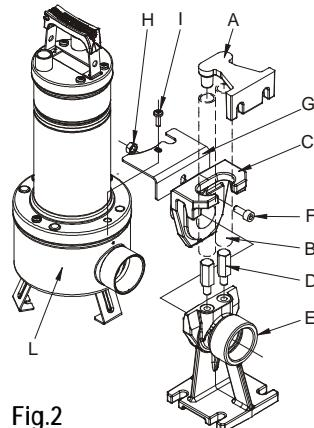

Fig.2
- 4.6 Empalmar el tubo/manguito de impulsión directamente en la boca de la bomba. De utilizarse la bomba en instalaciones fijas, es conveniente empalmarla a la tubería por medio de racor, para facilitar su desmontaje y reinstalación. Si se emplea un manguito, montar en la boca de la bomba un racor portagoma rosulado. Poner en la rosca material adecuado para garantizar la efectiva estanqueidad (cinta de teflón o afines). Para las instalaciones fijas se aconseja utilizar el dispositivo de izado DSD2 (disponible sobre demanda - **Fig.2**), con el fin de facilitar así las operaciones de mantenimiento de la electrobomba. Se insertará entre la boca de impulsión de la electrobomba y la tubería para evitar, en las operaciones de mantenimiento, tener que desmontar el tubo de impulsión. El dispositivo DSD2 está constituido por 8 piezas, más una no suministrada (tubos de 3/4").
El pie de apoyo se coloca en el fondo del tanque y se fija con tornillos de expansión, a dimensionar oportunamente. El estribo guía tubo se coloca en la parte alta del pozo y se inserta en el extremo de dos tubos de 3/4" (no suministrados), que sirven de corredera. Los dos tubos empalman el estribo al pie de apoyo. Colocar el estribo de base en contacto con el filtro de la bomba, en proximidad de la boca de impulsión, fijándolo con dos tornillos, previstos para bloquear la tapa del filtro. Extraer el tornillo superior de la brida del lado de impulsión (I). Ensamblar el estribo antirrotación (G). Volver a montar el tornillo (I). Extraer la corredera del pie de acoplamiento y empalmalarla a la boca de impulsión de la bomba. Fijar la corredera a la bomba como se indica en la figura, por medio del tornillo (F) y de la tuerca (H). Volver a colocar el conjunto corredera/bomba en el pie (Fig.2).